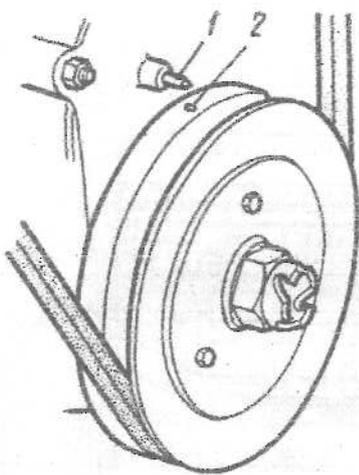
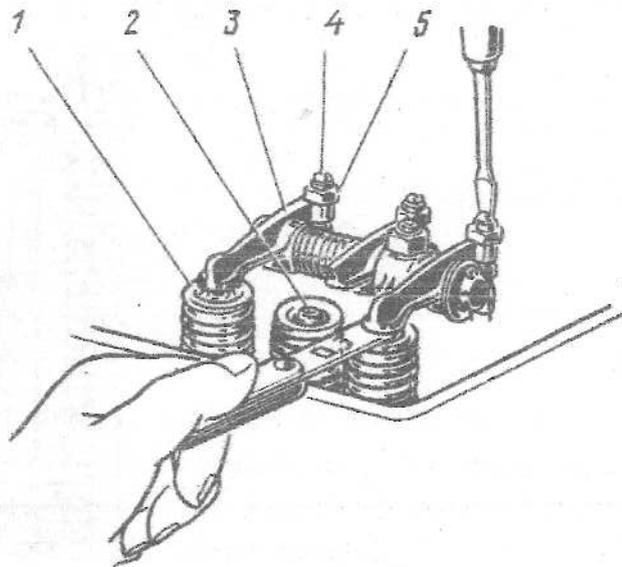

Bild 32. Bestimmung der Stellung des Kolbens des ersten Zylinders im O.T.:
Bild 33. Einstellen des Ventilspiels:
- Kolben des ersten Zylinders nach Marke 2 (Bild 32) am Schwungrad der Kurbelwelle im O.T. des Verdichtungshubs einstellen und mit einer Lehre das Ventilspiel am ersten Zylinder prüfen. Gegebenenfalls Kontermutter 5 (Bild 33) lockern und mit Hilfe der Einstellschraube 4 das Ventilspiel nach der Lehre einstellen, indem die Schraube entsprechend gedreht wird. Abschließend die Schraube in gegebener Stellung mit dem Schraubendreher festhalten, die Kontermutter festziehen und das Ventilspiel prüfen;